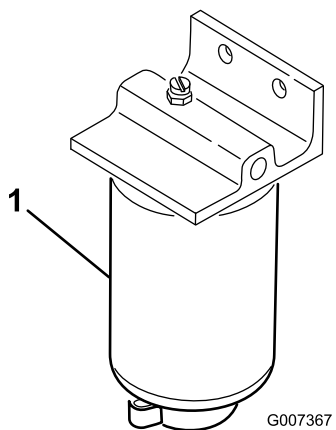

Рисунок 47
1. Подставьте под топливный фильтр чистую емкость (Рисунок 47).
2. Очистите область в зоне крепления фильтра (Рисунок 47).